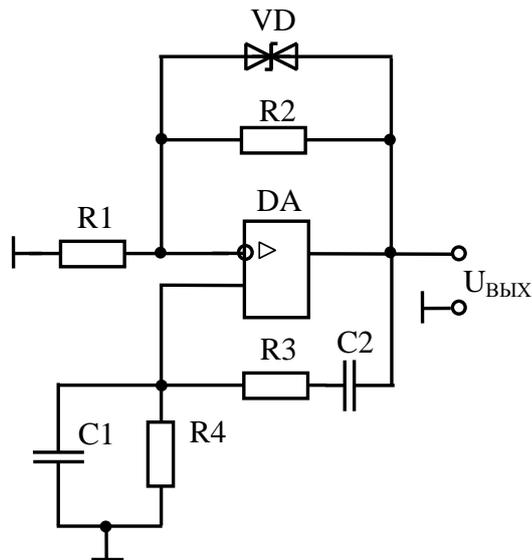

Рисунок 6.4 — Генератор синусоидальных колебаний с мостом Вина
6.3.3.1 Рассчитать схему генератора синусоидальных колебаний, собранного на базе операционного усилителя и моста Вина (рис. 6.4). Предусмотреть стабилизацию амплитуды выходного напряжения с помощью схемы нелинейной АРУ. Параметры схемы приведены в таблице 6.4.